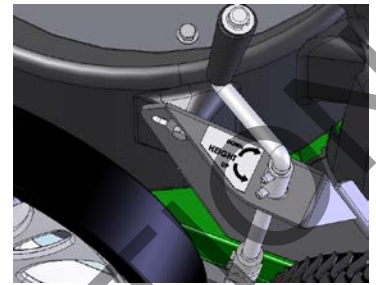

Fig. 10
**För maximal uppsugning:** Justera höjden så att munstycket är nära skräpet, men var försiktig så att luftflödet inte stryps. **OBS:** Tryck aldrig ner munstycket i skräp. Munstycket kan höjas och sänkas genom att rotera veven medurs och moturs. (Se Fig. 10)